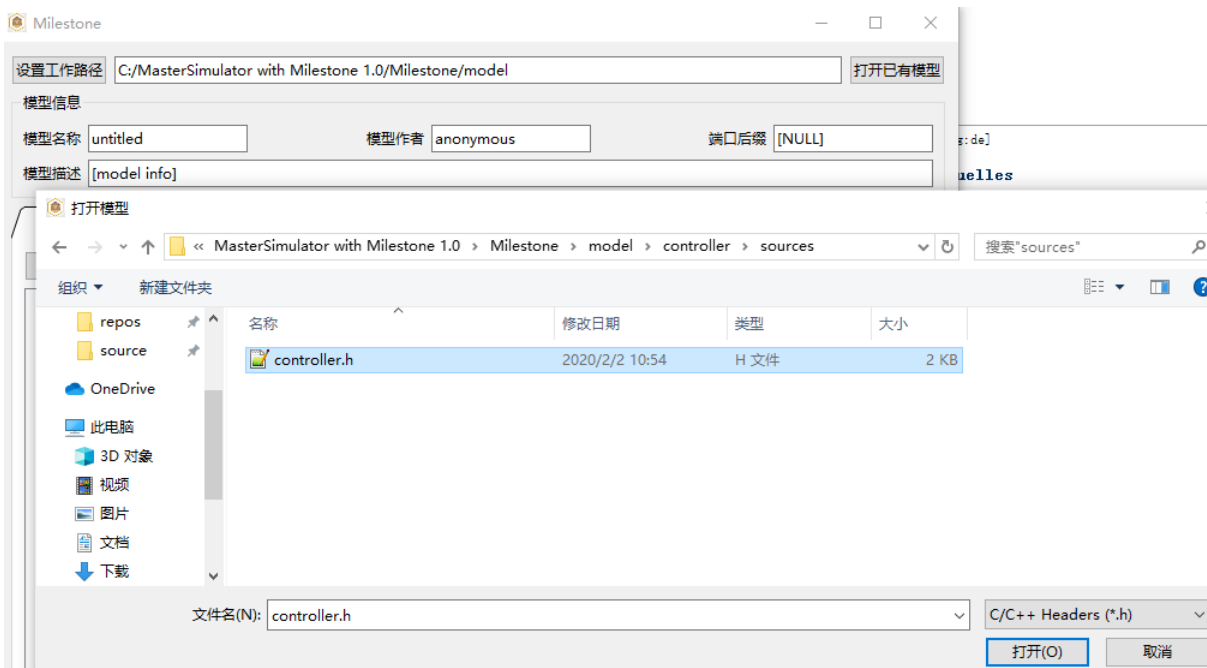

图 4.2: 打开已有模型
- 点击“打开已有模型”按钮，打开系统的文件选择对话框，拾取模型的头文件，如 图 4.2。